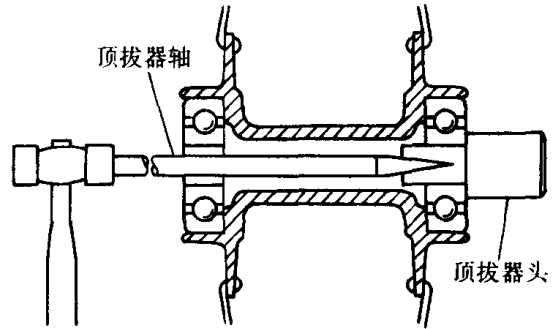

图 1-28 双盲孔轴承的拆卸
3) 对不能使用轴承拆卸工具,也不便加热的轴承,应按图1-28所示的方法,使用轴承拔取器头拆卸出轴承。拆卸出的轴承不得再次使用。